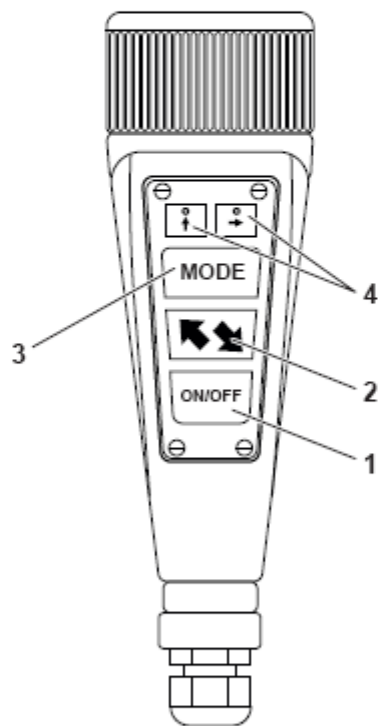

Fig. 43b
Slå på (**Ref. Fig. 43b**) - Ställ huvudströmbrytaren i läge 1, tryck på **ON/OFF-knappen (1)** för att aktivera den hydrauliska styrenheten och lampan tänds.